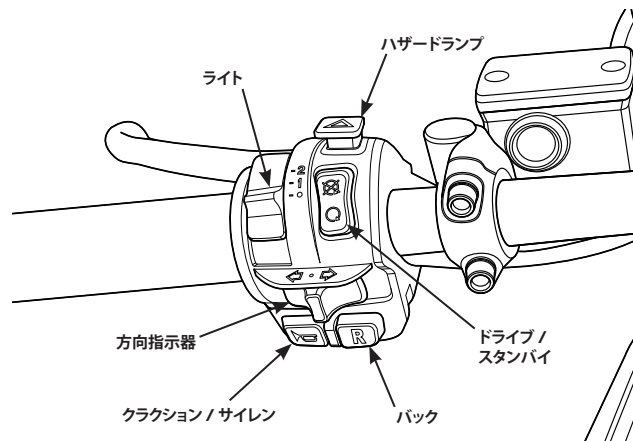

図 12: 左ハンドルバーのコントロールスイッチ類
ドライブ / スタンバイスイッチをドライブ (Q) に設定すると、SE-3 Patroller のドライブシステムが有効になります (図 12 参照)。スイッチをスタンバイ (X) に設定すると、SE-3 Patroller のドライブシステムが無効になります。SE-3 Patroller がスタンバイモードのときは、ライト、クラクション / サイレン、ユーザーインタフェースなど、その他の電気システムはすべて有効になっています。
バックスイッチ (R) を左の親指で押している間は、バックモードになります (図 12)。バックモードを解除するには、バックスイッチを離します。「運転する:バックモード設定」(37 ページ) を参照してください。